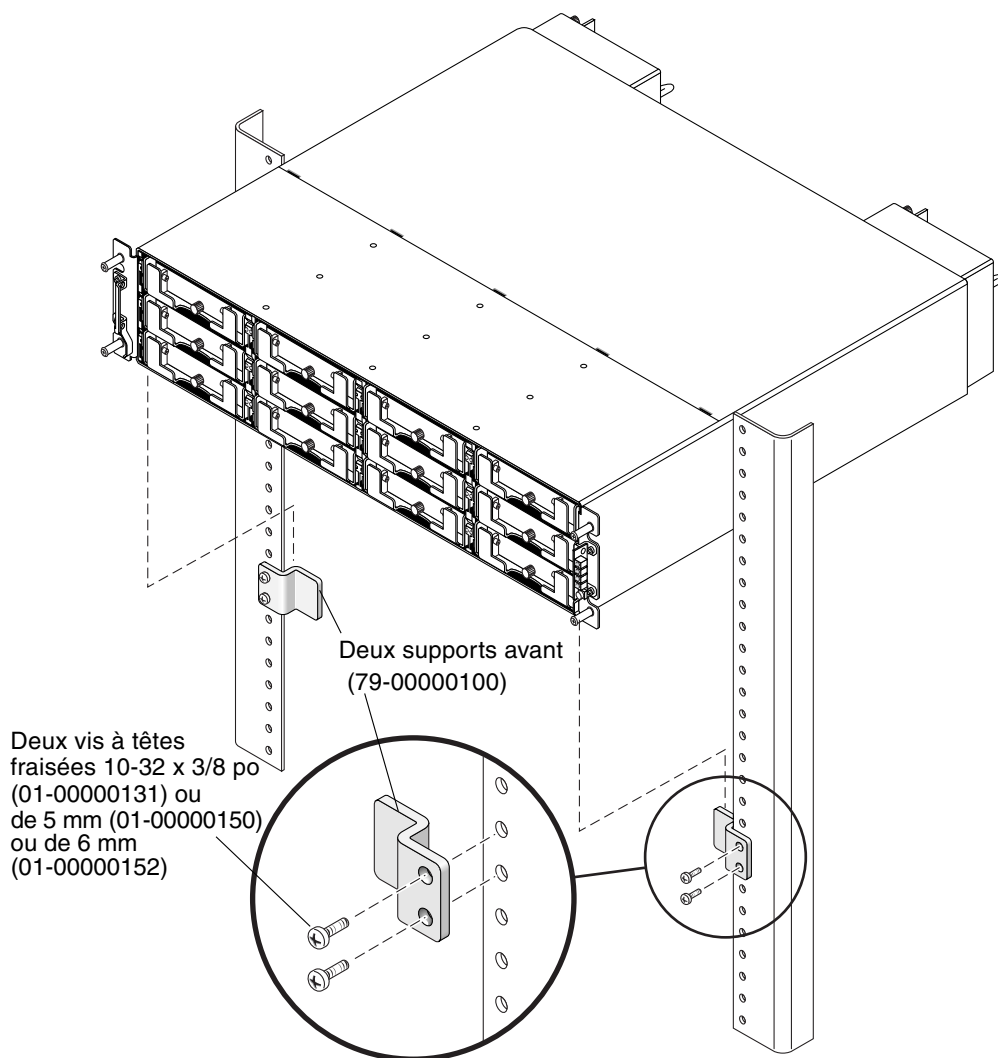

FIGURE 2-8 Emplacement des supports avant à l'avant de l'armoire
- a. Fixez chaque support avant sur l'avant de l'armoire (voir FIGURE 2-8) :